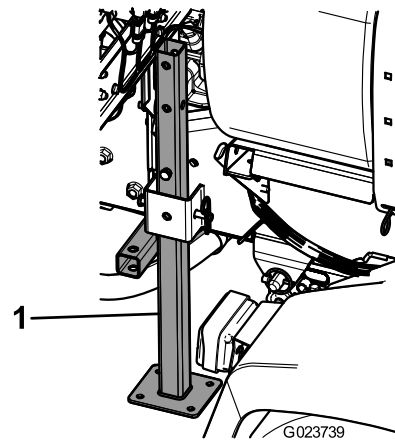

Bild 48
3. Setzen Sie die hinteren Stützböcke von unten in den Rahmen in der Nähe der hinteren Vergurtungsstellen ein (Bild 48).